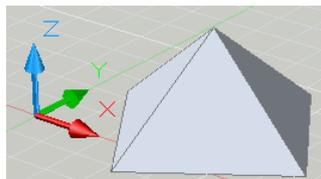

Рис. 11.15 Піраміда
**7 Команда Піраміда**  дозволяє створювати піраміду (рис.11.15). Спочатку вказується центральна точка основи, потім радіус основи та орієнтація прямокутника і в кінці задається висота.